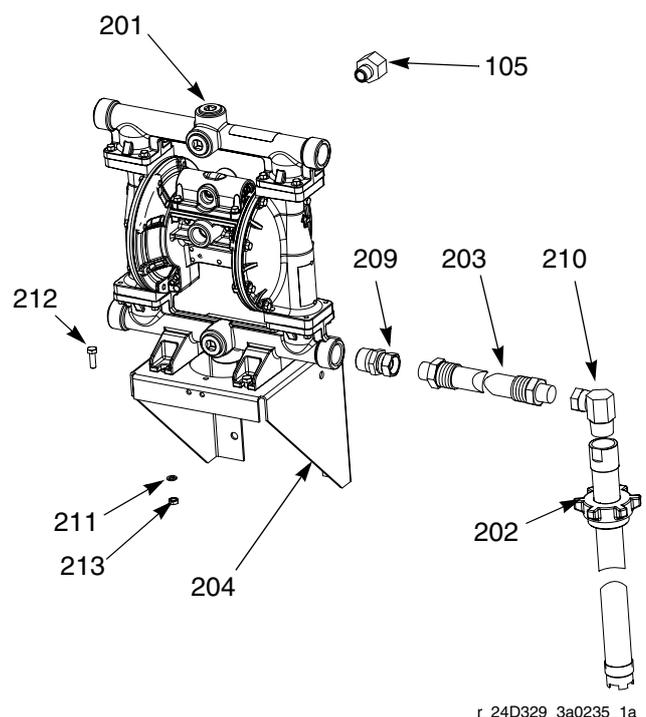
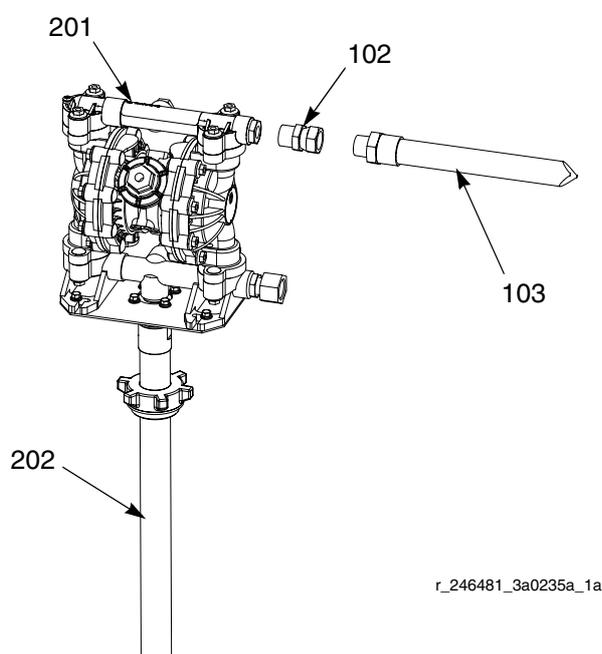

FIG. 3. Husky 1050 para montaje en muro
FIG. 4. Husky 716
2. Coloque en posición la ménsula de muro (204) a no más de 1,52 m (5 pies) por encima del piso. Compruebe que la ménsula esté nivelada. Fije al muro, con tornillos de largo suficiente para evitar que la ménsula vibre. Vea la FIG. 3.
3. Conecte la unión giratoria (209) en la entrada de la bomba.
4. Instale el manguito (105) en la entrada de la bomba de aire.
5. Instale la bomba (201) en la ménsula (204) con seguridad, usando tornillos (211), arandelas (210) y tuercas (212).
6. Conecte el codo (210) en la parte superior del kit de tubo de pesca (202).
7. Conecte la manguera de aspiración (203) en el codo (210) y en la entrada giratoria (209).
8. Instale el accesorio giratorio (102) en la salida de fluido de la bomba. Vea la FIG. 4.
9. Conecte la manguera (103) entre el accesorio giratorio (102) y el accesorio giratorio de entrada del GSM™. Vea la FIG. 4.